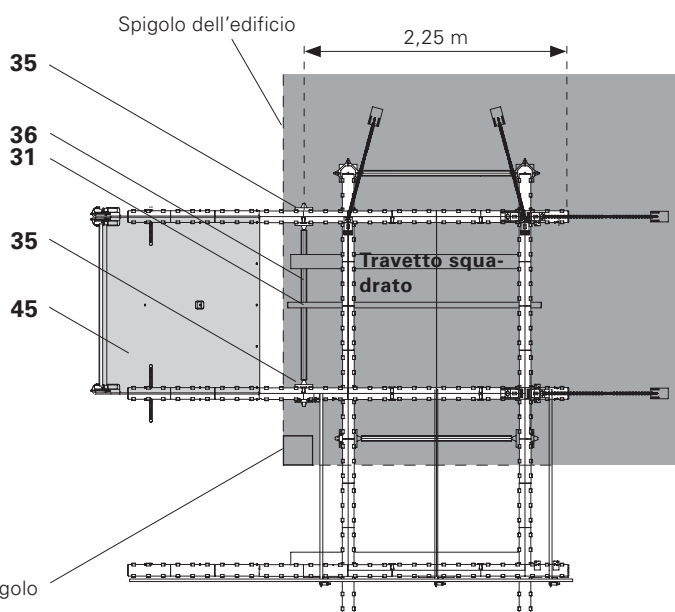

Fig. A9.06a
5. Agganciare la piattaforma interna SDB (45). (Fig. A9.06a)
2. Posizionare il tavolo all'angolo dell'edificio, in modo che i puntelli MULTIPROP MP (35) anteriori siano il più vicino possibile allo spigolo dell'edificio. (Fig. A9.06a)